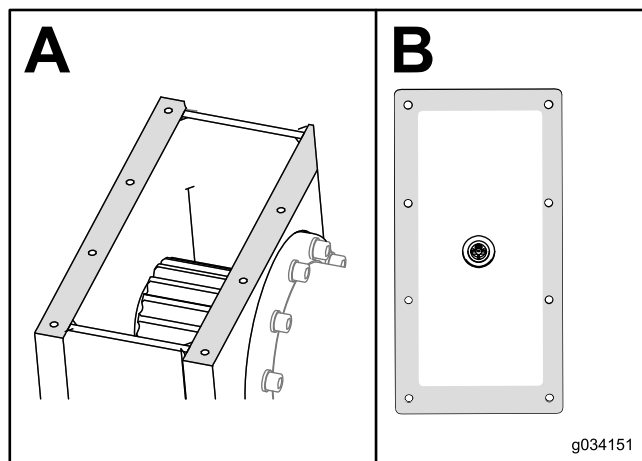

Рисунок 134
7. Очистите картер редуктора и крышку от герметика (Рисунок 134).
8. Нанесите по краю крышки новый автомобильный герметик, вулканизирующийся при комнатной температуре (RTV) (вид В на Рисунок 134).